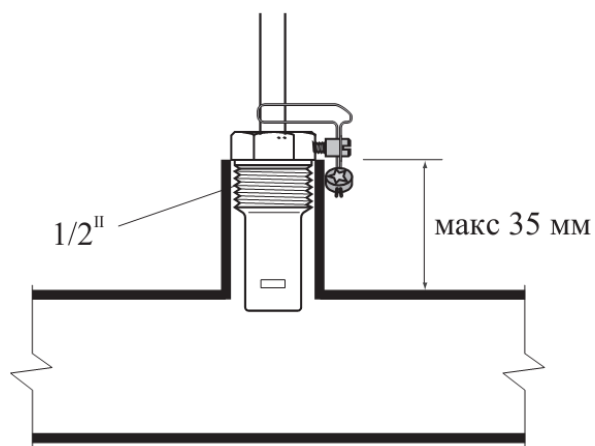

Рисунок 11 – Установка датчика клапана безопасности
4. На расстоянии не больше 0,5м от выхода отопительной воды из котла подготовить внешний выход (см. рис.11) с внутренней резьбой и в нее установить датчик температуры отопительной воды из клапана безопасности Caleffi 544 (см. рис.7, поз. 4).